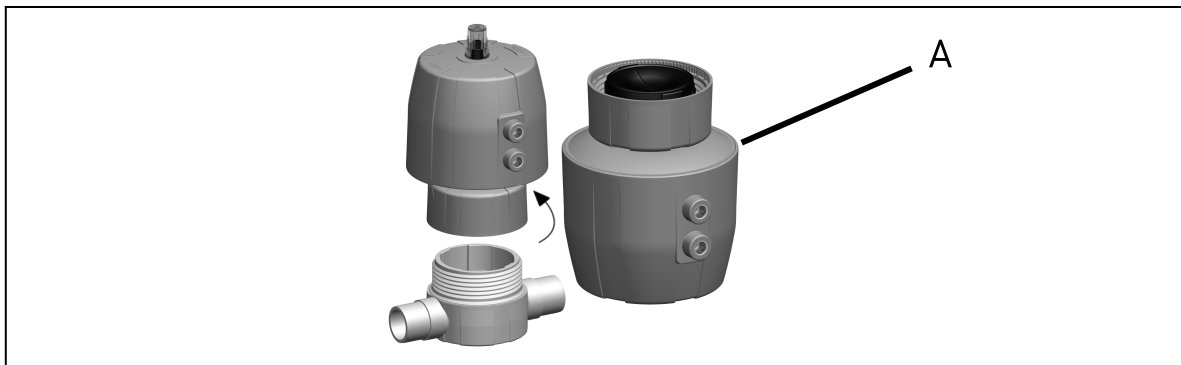

Рис. 21
- ▶ Открытая гайка жилья с рывком ремня, выньте привод головок, см. рис. 21. Используйте рывок ремня.